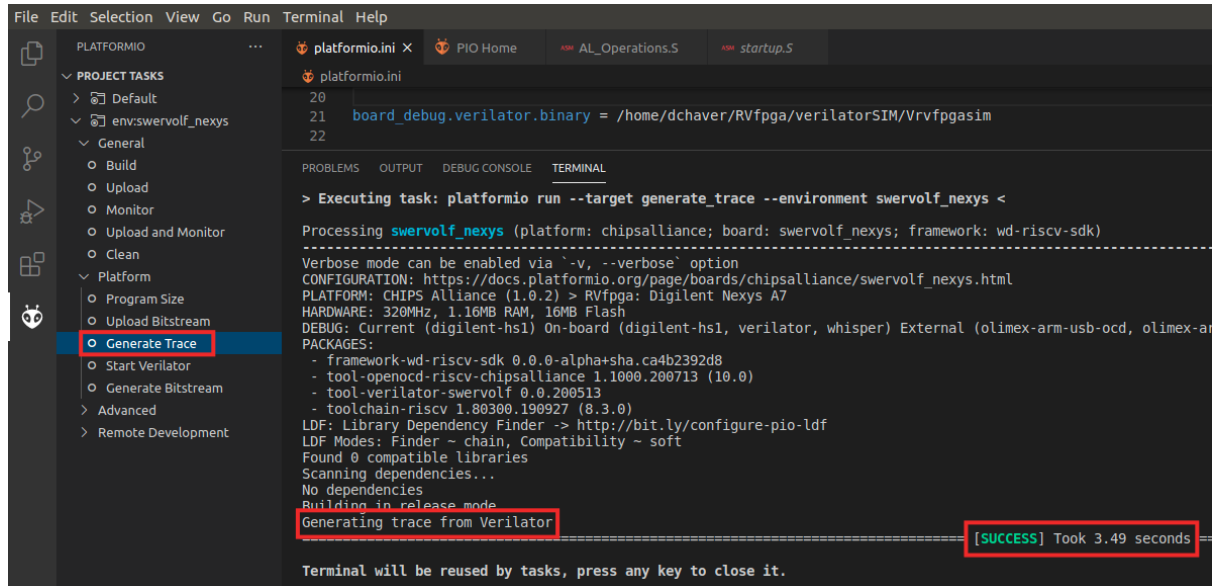

Figura 83. Generando traza de Verilator
- Ejecute la simulación haciendo clic en el icono de PlatformIO en la barra del menú de la izquierda , luego expanda las Project Tasks → env:swervolf_nexys → Platform y haga clic en Generate Trace, como se muestra en la Figura 83.